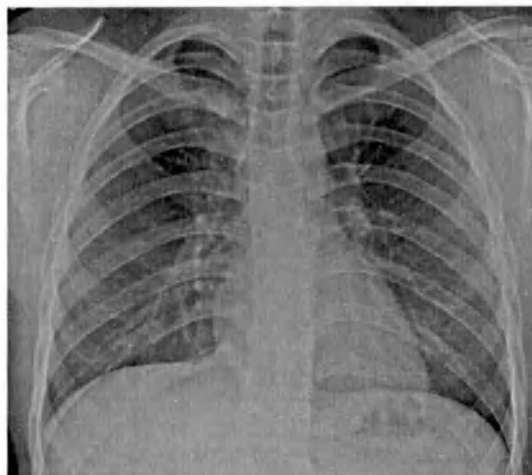

Рис. 120 КТИ
- На изображении появится графическая конструкция (Рис. 120 КТИ), состоящая из трех параллельных линий и линии перпендикуляра;